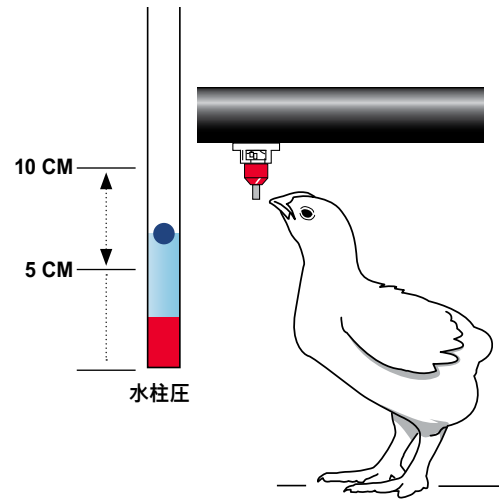

図2
- 必要に応じて、ドリンカーラインの高さを調整します。床からドリンカーまでの正しい距離は、雛・鶏の自然な上向きドリンカー位置に基づいています。前面の図2、3、4を参照してください。